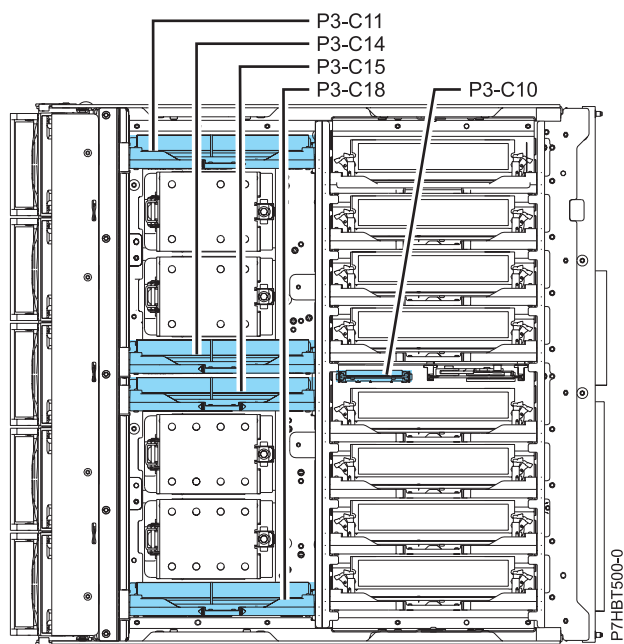

Figura 7. Mòdul regulador de voltatge de memòria a la ubicació C10
10. Localitzeu el mòdul regulador de voltatge de memòria que s'ha d'extreure del conjunt de processadors del sistema. A la Figura 7 es mostra el regulador de voltatge de memòria a la ubicació C10 amb relació al conjunt de processadors del sistema.